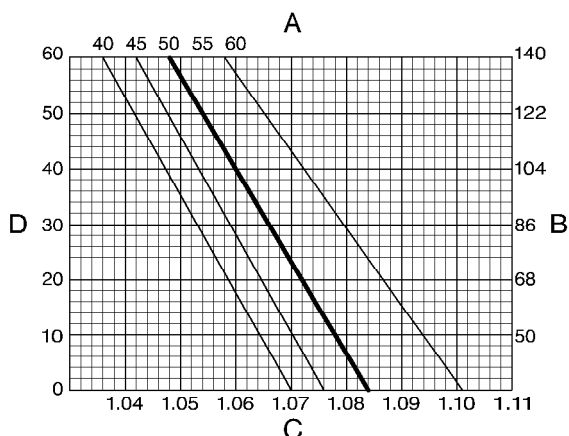

Ilustración 36
**Nota:** Si no dispone de un termo-hidrómetro especial para refrigerante, ponga un hidrómetro y un termómetro separado dentro de la mezcla de anticongelante y verifique las lecturas de ambos instrumentos. Compare las lecturas con los datos en la ilustración 36 .